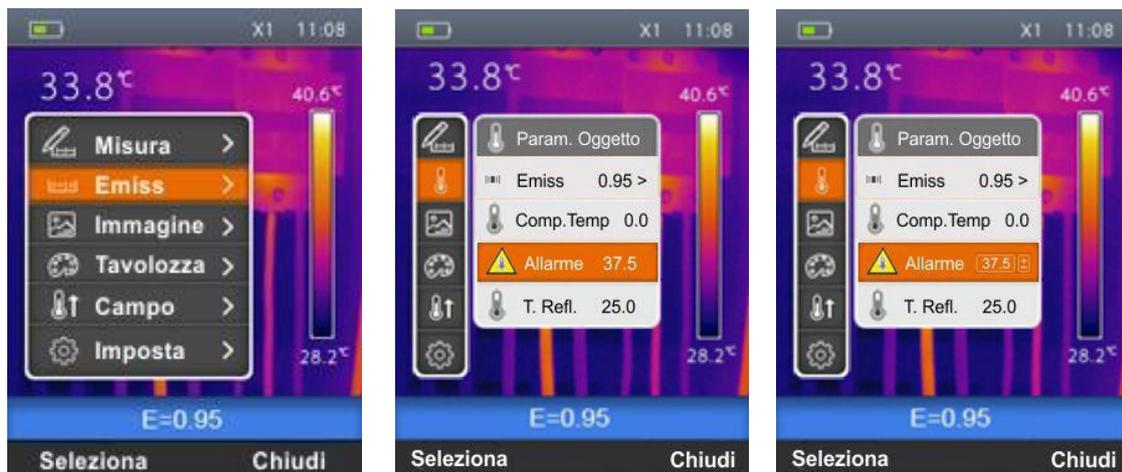

Fig. 20: Impostazione condizione di allarme sulla misura di temperatura
- Selezionare la voce “Emiss” con i tasti  $\oplus$  o  $\ominus$  e premere il tasto La videata di Fig. 20 - Parte centrale è mostrata a display
- Usare i tasti  $\oplus$  o  $\ominus$  per selezionare la voce “Allarme” e premere il tasto “Seleziona”. La videata di Fig. 20 – destra è mostrata a display.